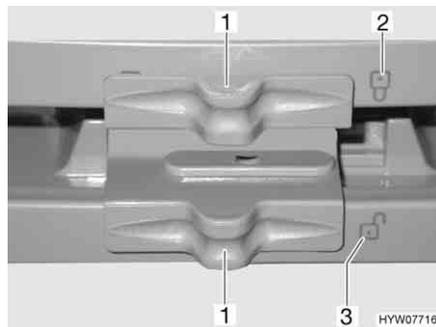

Bild 156 Verriegelung der Kühlschranktür/Frosterfachtür (Dometic 7er-Reihe mit separatem Frosterfach)
- Verriegelung (Bild 156,1) zur Seite schieben, so dass das offene Schloss "☞" (Bild 156,3) sichtbar ist.
- Verriegelung (Bild 156,1) zur Seite schieben, so dass das geschlossene Schloss "☛" (Bild 156,2) sichtbar ist.